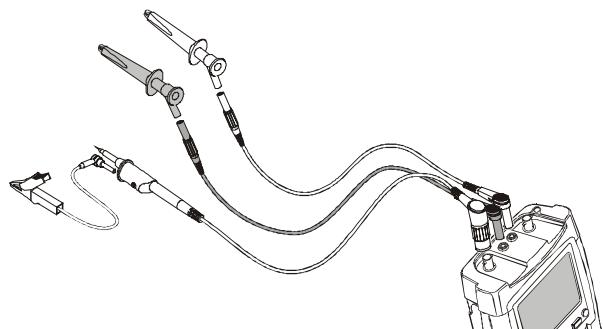

Figure 29. Déclenchement externe
- 1 Fournissez un signal aux entrées rouge et noire pour douilles bananes de 4 mm. (Voir figure 29.)